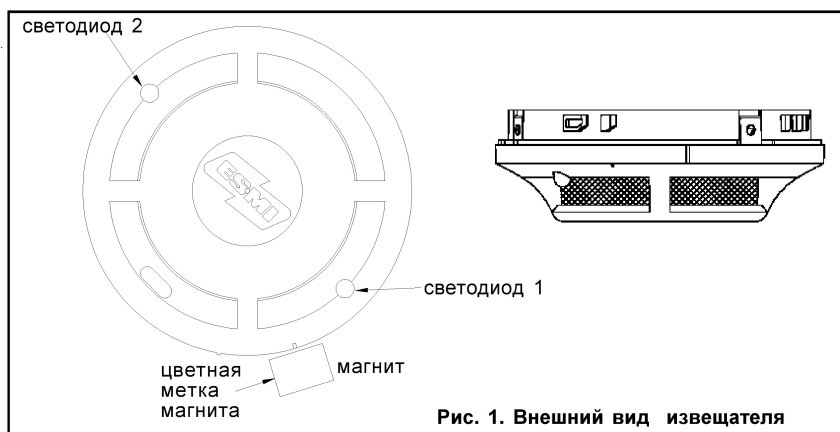

Рис. 1. Внешний вид извещателя
Дымовой пожарный извещатель ИП212-96 (ESMI2251EM) является оптико-электронным адресно-аналоговым извещателем (рис.1, 2). Эти извещатели предназначены для обнаружения возгораний в помещениях различных зданий и сооружений по увеличению оптической плотности среды при её задымленности. Извещатель ИП212-96 (ESMI2251EM) передает текущее значение оптической плотности в месте установки на адресно-аналоговый приемно-контрольный прибор (ААПКП). **Извещатель ИП212-96 (ESMI2251EM) должен использоваться только с совместимыми ААПКП в соответствии с документацией на них.** Питание извещателей и связь с ААПКП производится по 2-х проводному шлейфу. Режим ПОЖАР включается по сигналу от ААПКП и сохраняется до получения от ААПКП команды на переход в дежурный режим. Режим ПОЖАР индицируется непрерывным свечением двух красных светодиодов, обеспечивая обзор в 360°. При необходимости для индикации режима ПОЖАР возможно подключение выносного светодиодного индикатора. В дежурном режиме светодиоды извещателей периодически включаются примерно на 0,2 с (если этот режим запрограммирован в ААПКП).
1. Поместите магнит M02-24 (в комплект поставки не входит) рядом с извещателем, как показано на рис. 1, на расстоянии примерно 2 см от светодиода 1. В этом месте на верхней стороне крышки извещателя имеется 2 -х миллиметровая риска.